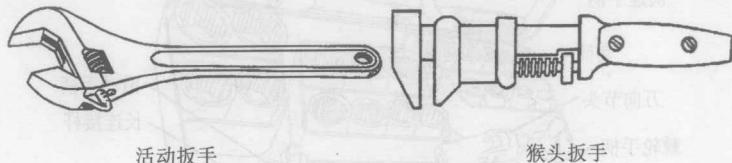

图 1-5 活动扳手
(5)活动扳手 如图 1-5 所示,有开口活动扳手和猴头活动扳手两种。它的开口宽度可以无级调节,开口宽度尺寸范围内的螺母、螺栓都可使用。拆装时应将扳手口调节到与螺母对边紧贴,使扳手可动部分承受“推力”,固定部分承受“拉力”,且受力均匀。